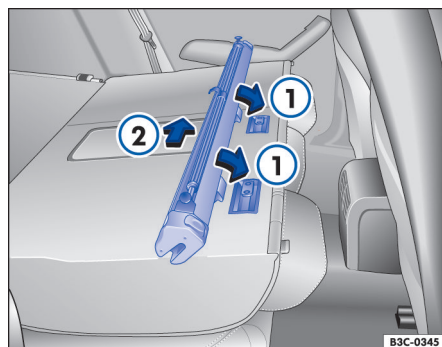

Fig. 187 Instalar a rede divisória nos encostos do banco traseiro.
- Colocar a carcaça da rede divisória nos entalhes dos trilhos de suporte → Fig. 187 ①.
- Empurrar a caixa da rede divisória para o lado esquerdo do veículo no sentido da seta até o encosto → Fig. 187 ②.
- Puxar a rede divisória contra a direção da seta → Fig. 187 ② em aproximadamente 5 cm.
- Retirar a carcaça da rede divisória dos trilhos de suporte → Fig. 187 ①.